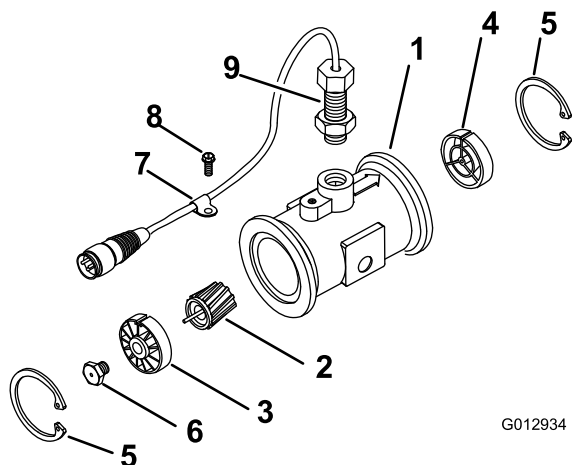

Figura 100
3. Rimuovete l'anello di ritenuta sul lato a monte (Figura 100).